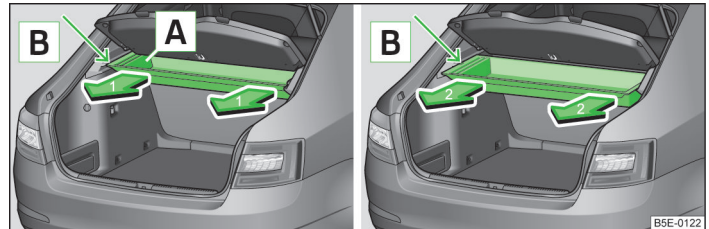

Fig. 79 Caseta de depozitare: introdusă/extrasă
Caseta de depozitare se poate debloca cu ajutorul a două șinei transversale **A** » fig. 79.
► Trageți afară caseta cu ambele mâini în sensul săgeții **1** » fig. 79, până la limită **B**.
➤ Scoateți caseta cu ambele mâini în sensul săgeții **2** » fig. 79, după ce depășiți limita **B**.
Montarea, respectiv demontarea șinelor transversale este posibilă doar atunci când caseta este extrasă până la opritorul **B** » fig. 79.